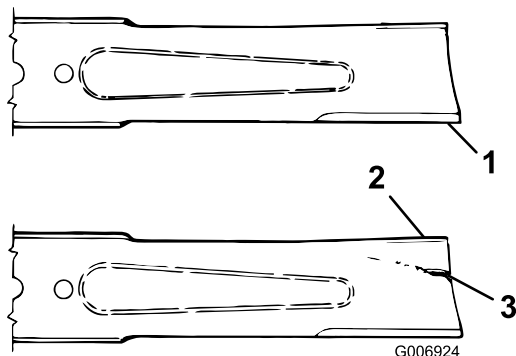

Figura 65
3. Examine cuidadosamente as extremidades da lâmina, prestando especial atenção à zona onde se encontram as partes curvas e planas da lâmina (Figura 65).
4. Se verificar que esta zona se encontra desgastada (Figura 65), substitua a lâmina; consulte Desmontagem e montagem de uma lâmina (página 57).